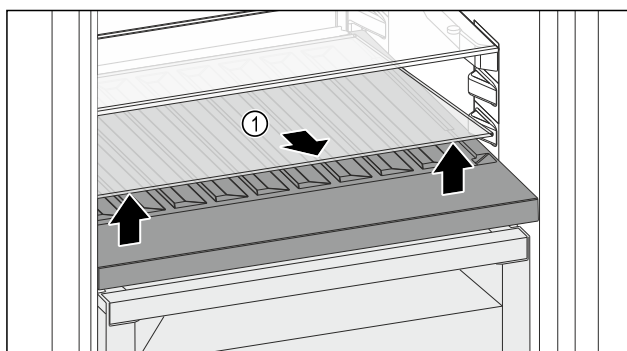

Fig. 174
- Skleněnou desku Fig. 174 (1) zvedněte za vybrání vpředu a vyjměte ji.
- Skleněnou desku Fig. 174 (1) uložte bezpečně mimo spotřebič.
- Skleněnou desku (2) vložte pod variabilní přihrádku na láhve.